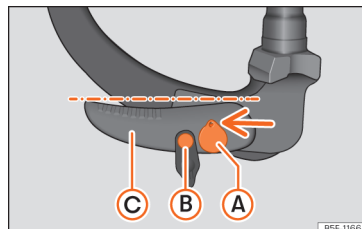

Abb. 265 Ruheposition: Überprüfung der Position
- Der Schlüssel » Abb. 265 (A) befindet sich in entriegelter Position (das Loch des Schlüssels zeigt nach oben).
- Der Entriegelungsbolzen » Abb. 265 kann bewegt werden (B).
- Der Hebel » Abb. 265 (C) befindet sich in der unteren Position.